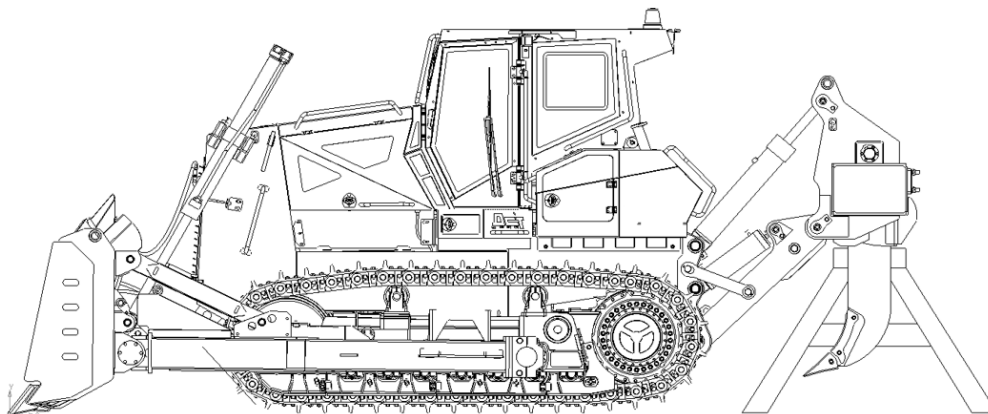

Рисунок 5.91. Установка опорной стойки под задним навесным оборудованием
- ▶ Установите подпорки под рыхлитель для исключения самопроизвольного опускания, рис. 5.91.